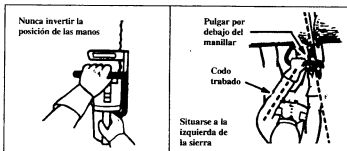

Figura 7
1. Sujete bien firme la sierra con ambas manos cuando el motor está funcionando. Figura 7. Al sujetarla firmemente se anula el contragolpe y ayuda a mantener el control de la sierra. Mantenga los dedos de la mano izquierda rodeando el manillar delantero y el pulgar por debajo del mismo. Mantenga la mano derecha completamente alrededor del asa trasera sin importar si usted usa su mano izquierda o derecha para trabajar. Mantenga su brazo izquierdo bien recto con el codo trabado.
2. Coloque la mano izquierda en el manillar delantero para que esté en línea recta con la mano derecha en el asa trasera cuando esté tronzando. Figura 7. Nunca invierta la posición de las manos para ningún tipo de corte.
4. Sítiese ligeramente a la izquierda de la sierra para evitar que el cuerpo esté en línea recta con la cadena de corte. Figura 7.